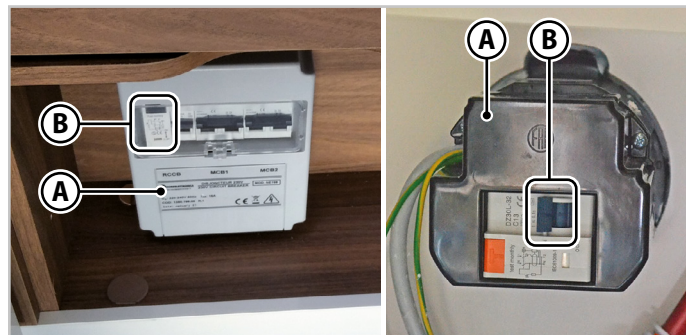

Fig.6.28 - Strömpanel
220 V-strömförsörjningspanelen (**A**-Fig.6.28) på fordonet skyddas av en tvåpolig differentialbrytare (**B**-Fig.6.28). Eluttaget är försett med ett tredje jordstift enligt gällande bestämmelser.
1. Sänk spakarna (**B**-Fig.6.28) på differentialomkopplaren.
5. Lyft spakarna (**B**-Fig.6.28) på differentialomkopplaren.